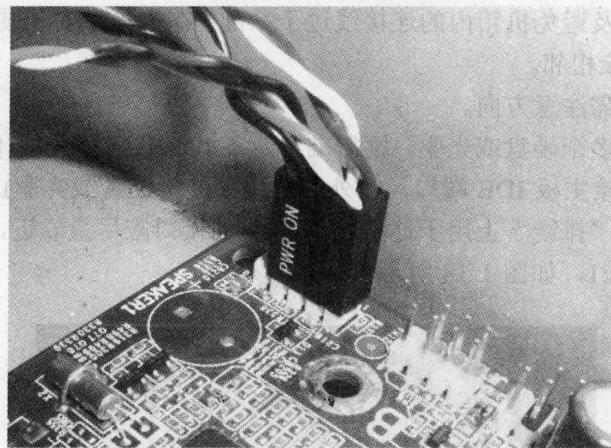

图 1-16 连好后的前面板线
⑤ 硬盘指示灯的 2 芯接头，1 线为红色。在主板上，这样的插针通常标着 IDE LED 或 HD LED 的字样，连接时要红线对“1”。连接此线后，当电脑在读写硬盘时，机箱上的硬盘灯会亮。注意，该指示灯只能指示 IDE 硬盘，对 SCSI 硬盘无效。
(3) 将机箱上的电源、硬盘、喇叭、复位等控制连接端子线插入主板上的相应插针。连接这些指示灯线和开关线比较繁琐。不同的主板插针的定义不同，连接也不同，所以最好在主板放入机箱前就将这些线连接好。另外，主板的电源开关、Reset(复位开关)等设备是不分方向的，只要弄清插针就可以插好，而硬盘灯(HD LED)、电源指示灯(Power LED)等，由于使用发光二极管，如果插反则不发光，所以必须弄清所安装插针的正负极定义。如图 1-16 所示是连接好的前面板线。